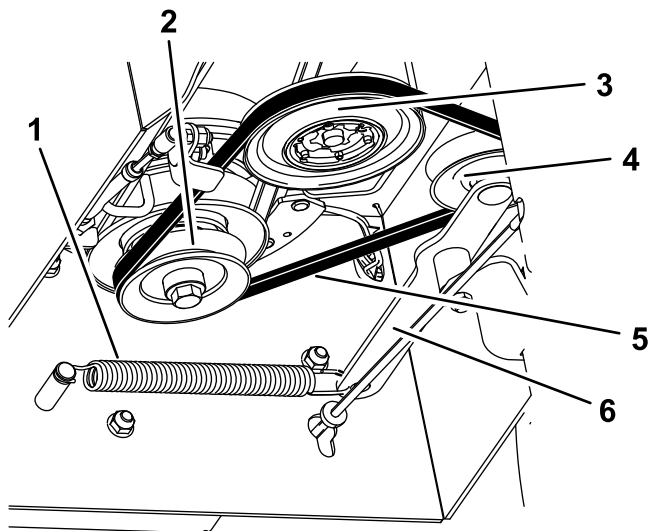

Figura 30
4. Rimuovete la molla di prolunga dal braccio di tensione (Figura 30).
6. Avvolgete la nuova cinghia di trasmissione attorno alle pulegge della frizione, trasmissione e tensione (Figura 30).